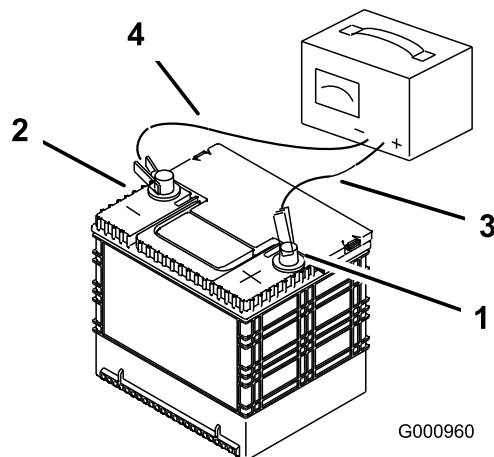

Figure 58
3. Quand la batterie est chargée au maximum, débranchez le chargeur de la prise, puis débranchez les fils du chargeur des bornes de la batterie (Figure 58).